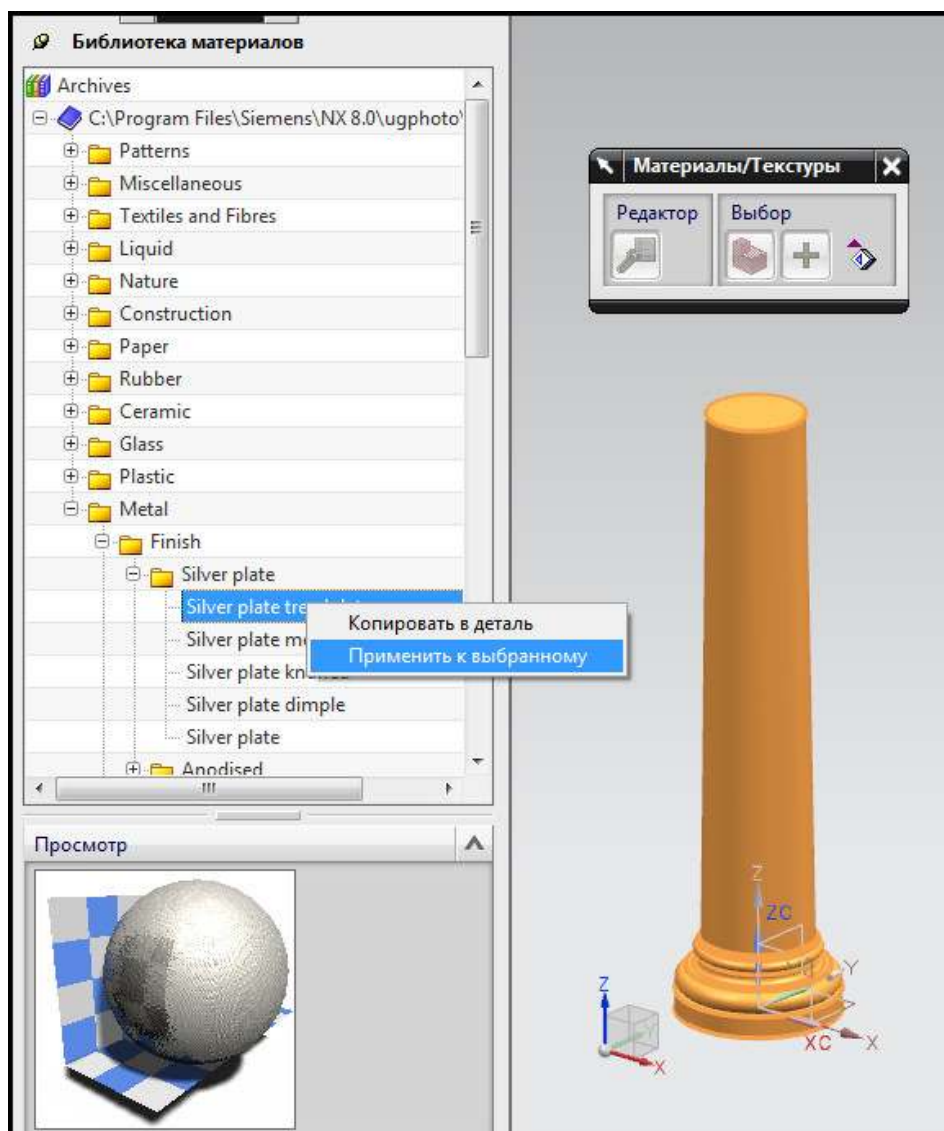

Рис. 1.61. Задание текстуры материала
*Краткий алгоритм задания текстуры к геометрическому изображению (рис. 1.61):*